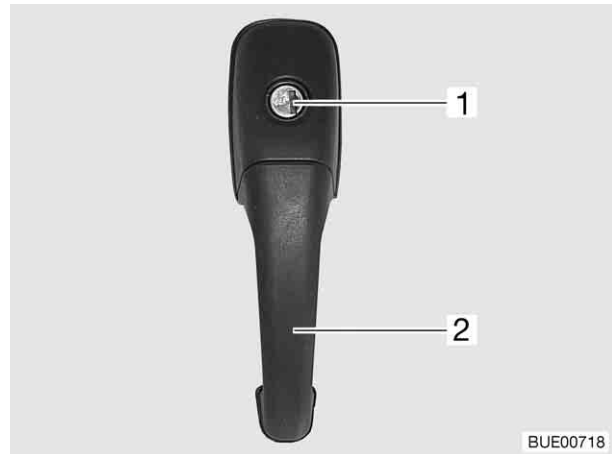

Fig. 16 Serrure de la porte cellule, à l'extérieur (variante 1)
- Insérer la clé dans le barillet (Fig. 16,1) et la tourner dans le sens des aiguilles d'une montre jusqu'à ce que la serrure soit déverrouillée.
- Ouvrir la porte en tirant sur la poignée de la porte (Fig. 16,2).
- Insérer la clé dans le barillet (Fig. 16,1) et la tourner dans le sens inverse des aiguilles d'une montre jusqu'à ce que la serrure soit verrouillée.